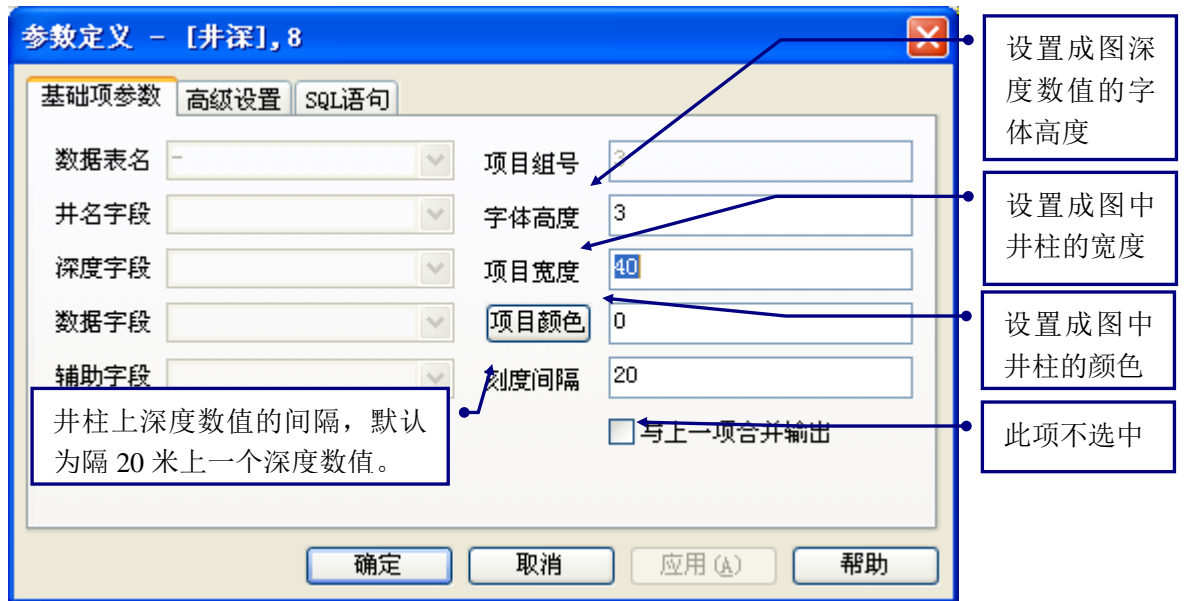

图 32
C. 双击内容中的井深，弹出图 32 所示的参数定义—井深对话框。